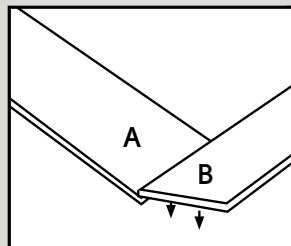

Fig. 4a
4. Agarre un tablón "A" y un tablón "B" y colóquelas como se muestra abajo. Inclíne el borde delantero de la plancha B, deslice la junta y colóquela en posición horizontal (Fig. 4a y 4b).